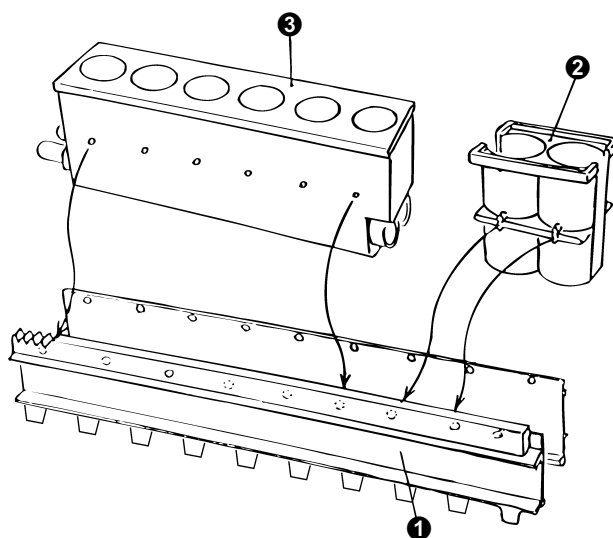

图 2-22
如 图 2-22 所示，稍微拉开样品架，将 ②、③ 的凸起部卡入 ① 样品架的孔中。
组装方法与“2.3.1 将样品瓶盒装入短样品架的方法”P.37 图 2-22 短样品架相同，将 ③、③'、② 的凸起部卡入样品架 ① 的孔中。稍微拉开样品架后卡入。